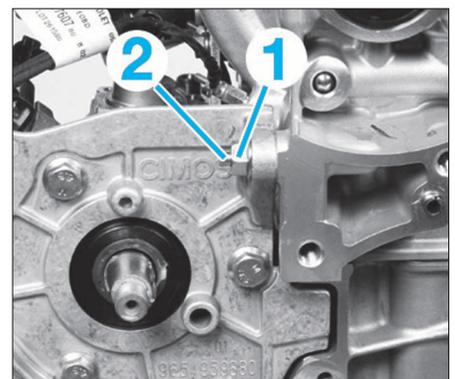

FIG. 53
- le goujon (2) et l'écrou (1) de support de pompe (Fig.53).
- le goujon (2) et l'écrou (1) (Fig.53) du support de pompe haute pression.